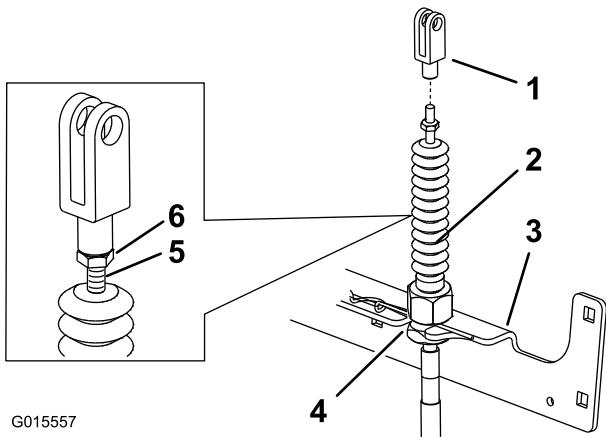

Figure 12
2. Maintenez la chape et serrez l'écrou de blocage contre la chape pour la bloquer en place. Répétez la procédure de l'autre côté (Figure 12).
4. Glissez les câbles dans les fentes du support transversal avec les écrous de réglage en haut (Figure 12).